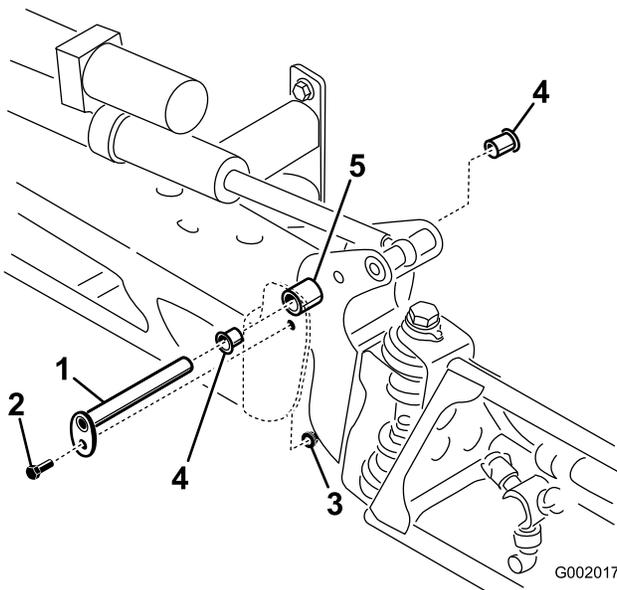

Figura 53
3. Com o peso da rampa suportado, retire o parafuso e a porca que seguram o pino de articulação à rampa (Figura 53). Retire o pino de articulação.
5. Retire e inspeccione as buchas de nylon dos lados dianteiro e traseiro do suporte de articulação (Figura 53). Substitua todas as buchas danificadas.
7. Monte a rampa e o apoio da articulação no chassi alinhando as aberturas (Figura 53).